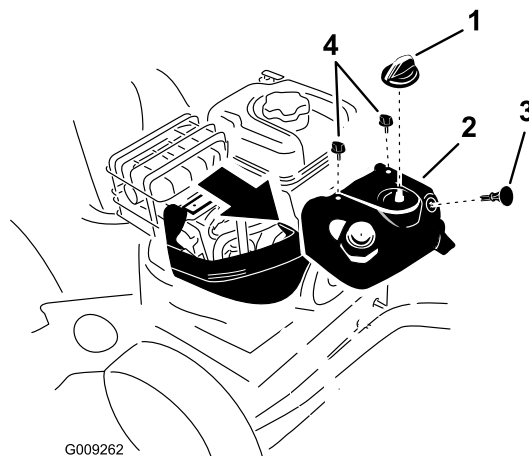

Figure 47
Remarque: Vous devez retirer le capot anti-neige supérieur pour accéder à la bougie d'allumage (Figure 47).
1. Enlevez la commande de starter et la clé de contact (Figure 47).
2. Enlevez les 2 vis qui fixent le capot anti-neige à la machine (Figure 47).